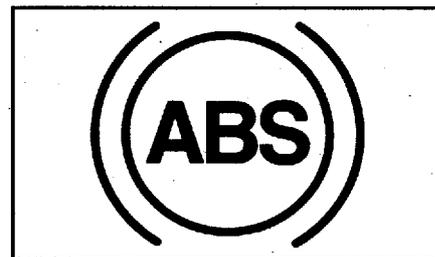

Рис. 80. Контрольная лампа ABS
- При пуске двигателя контрольная лампа системы ABS загорится на 4–5 с (рис. 80). В это время ABS подвергнется диагностическому тесту. Если всё будет в порядке, контрольная лампа погаснет. Если лампа продолжает гореть, это означает, что в системе ABS имеется неисправность.